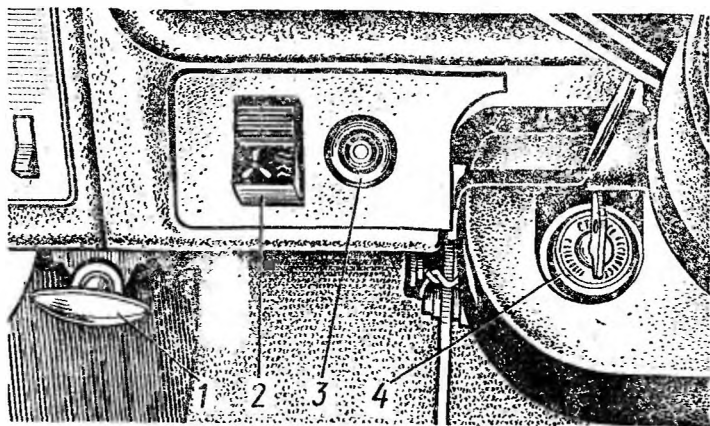

Рис. 5. Включатель зажигания и элементы оборудования места водителя:
I — вертикальное, зубцами вниз (рис. 5). Используется при остановке или стоянке. В этом положении можно включать все приборы наружного освещения, а также стеклоочиститель, радиоприемник, внутреннее освещение и звуковой сигнал. Зажигание выключено. При вынутом из замка ключе рулевое колесо запирается при повороте его вправо-влево до ощутимого щелчка. Из положения I ключ поворачивается только по часовой стрелке.
**Лампа 3** (см. рис. 5) синего цвета загорается при включении обогрева заднего стекла.